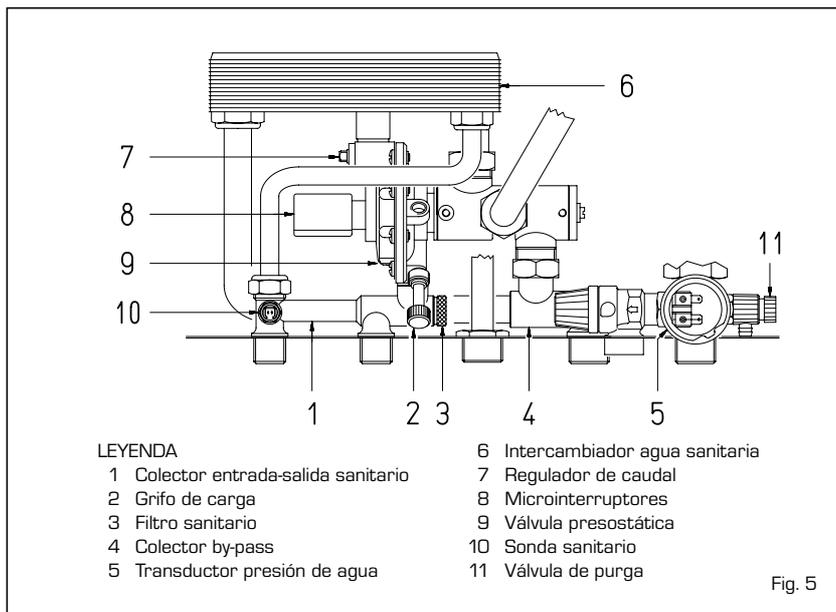

Fig. 5
- en los modelos "25 OF - 30 OF" actuando sobre el grifo de carga de la válvula presostática (2 fig. 5).